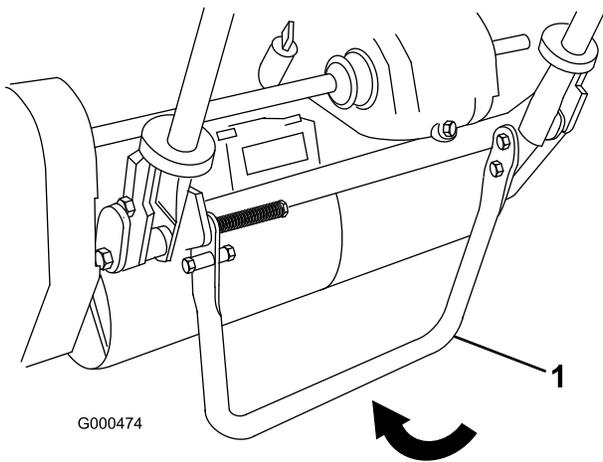

图21
1. 用脚踩下支撑架，向上拉起手柄支架，直至支撑架向前旋转并通过中心位置（图21）。
1. 用脚踏下支撑架，向上拉起手柄支架，直至支撑架向前旋转并通过中心位置（图21）。